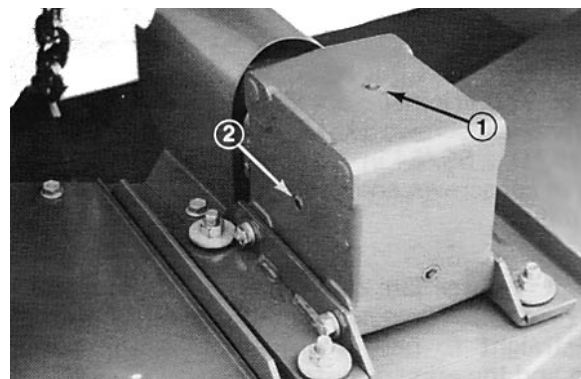

Fig. 1
2. Fjern kontrolproppen i siden af gearkassen (fig. 1) og sørg for, at olien står op til bunden af hullet. Hvis oliestanden er lav, skal påfyldningsproppen ovenpå gearkassen fjernes og der skal hældes nok olie på, til olien står op til bunden af hullet i siden.